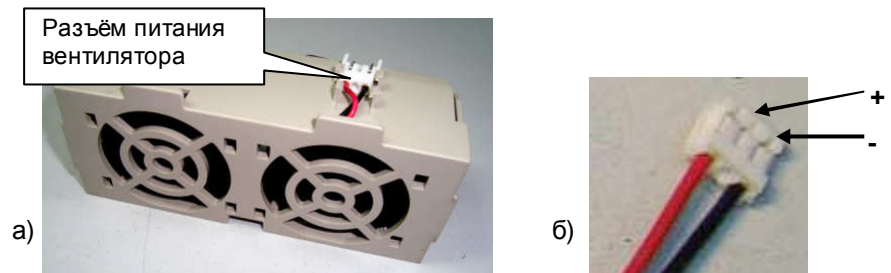

Рис. 4.12.
- 4.9.2. Подключить к разъёму питания вентилятора источник постоянного напряжения 24 В, соблюдая полярность («+» красный провод, «-» чёрный), подать напряжение (см. рис. 4.12а). Если вентилятор не вращается, заменить на новый (п.5.3). Присоединить к разъёму питания вентилятора кабель питания вентилятора (см.табл.4.1) и подать на свободный разъём кабеля напряжение 24 В (рис.4.12б). Если вентилятор не вращается заменить кабель питания вентилятора.